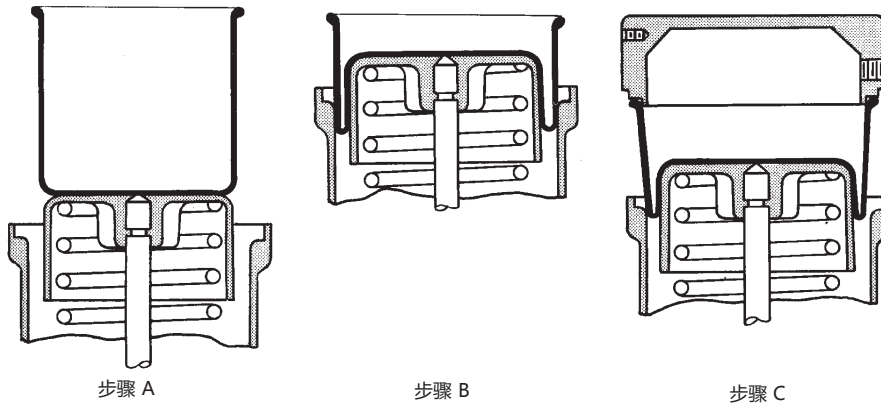

图 7 - 方法 1
- I-1. 将膜片 (40) 中心定位并粘合在活塞 (43) 的顶部 (参见图 7 - 方法 1, 步骤 A)。
- J-1. 摇动弹簧筒 (38) 内的膜片 (40), 直到膜片部分地定位在弹簧筒内 (参见图 7 - 方法 1, 步骤 B)。